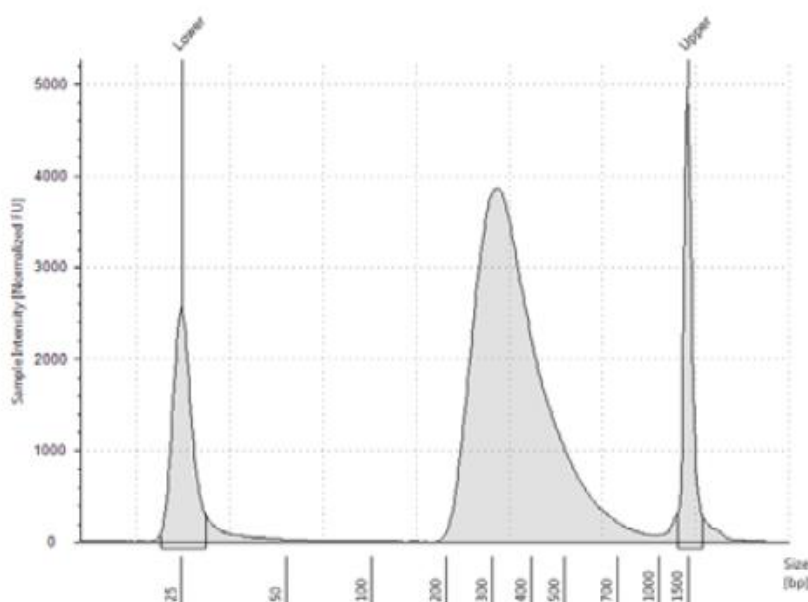
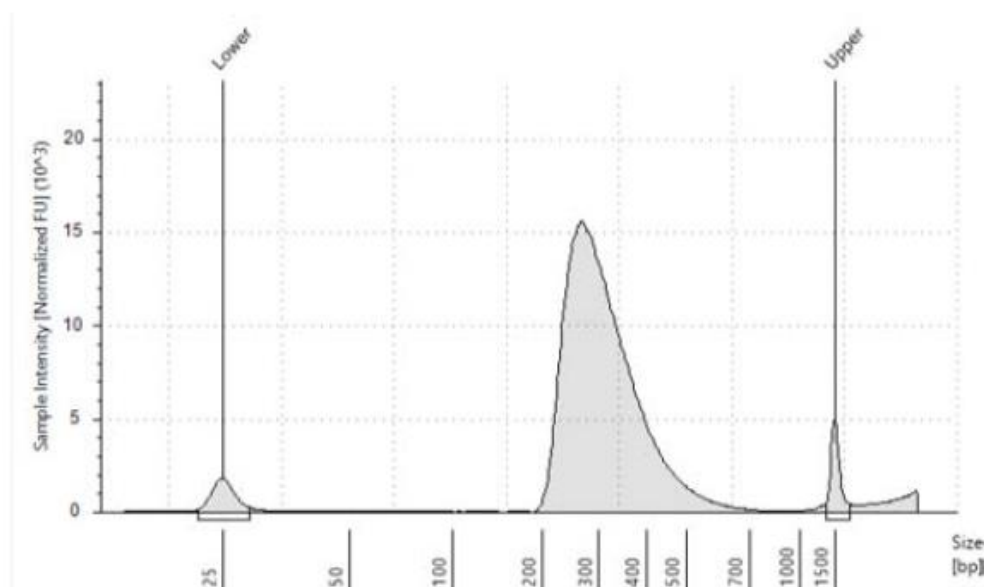
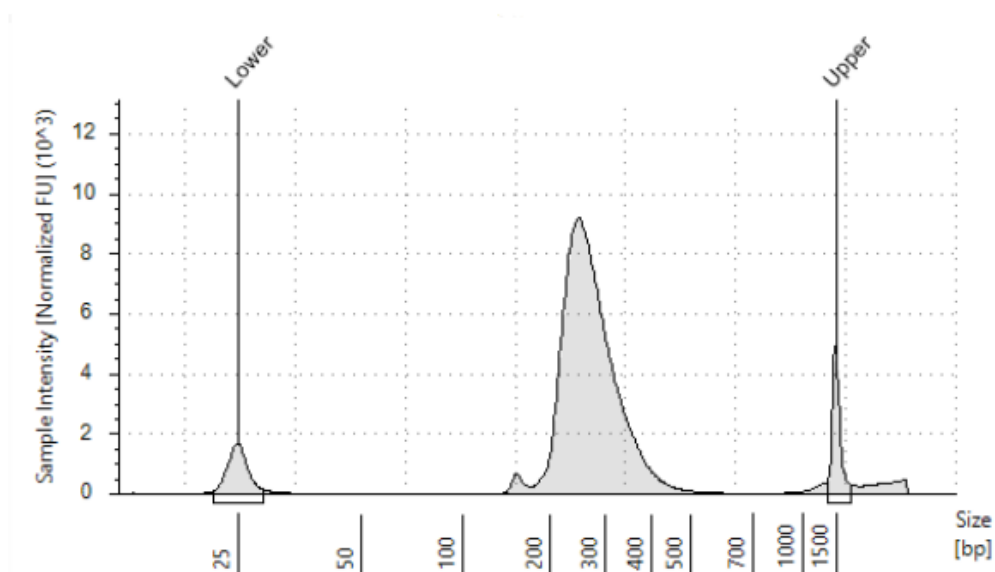

図 2 機械で断片化された高品質な gDNA サンプルから調製したキャプチャ前ライブラリの泳動図（D1000 ScreenTape アッセイ）
図 3 典型的な FFPE gDNA サンプル（機械による断片化）から調製したキャプチャ前ライブラリの泳動図（D1000 ScreenTape アッセイ）
図 4 低品質 FFPE gDNA サンプル（機械による断片化）から調製したキャプチャ前ライブラリの泳動図（D1000 ScreenTape アッセイ）
- 泳動終了後エレクトロフェログラムで期待される DNA フラグメントサイズのピークが得られているか確認します（表 25 のガイドを参照ください）。2 x 100 bp リード用に断片化された DNA から作製されたライブラリのエレクトロフェログラム例は図 2（高品質 DNA から調製したライブラリ）、図 3（中程度の品質の FFPE DNA から調製したライブラリ）および図 4（低品質の FFPE DNA から調製したライブラリ）に示されています。
期待されるライブラリ断片のピークに加え低分子のピークが観察された場合は、ライブラリにアダプターダイマーが含まれます。図 4 に示すように観察されたアダプターダイマーが少量であれば、ターゲットエンリッチメントに進むことが可能です。その他については 85 ページのトラブルシューティングガイドをご覧ください。